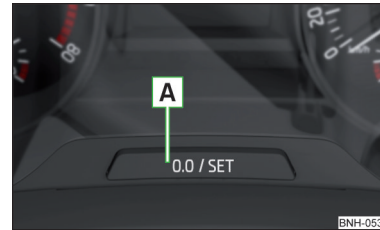

Abb. 27
- › Die Taste **A** » Abb. 27 gedrückt halten, bis im Display der Menüpunkt **Service** angezeigt wird.